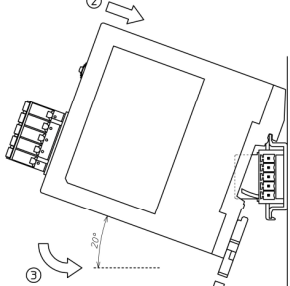

図2.2-4
- (3) 本器のロックレバーを下げ(①)、約20°の角度でDINレールに引っ掛け(②)、取り付けてください(③)。(図2.2-4)